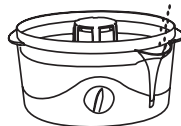

Рис. 3
7. Установите время приготовления поворотом таймера (N). При этом загорится индикатор работы (M), с этого момента начнется работа пароварки.
8. В процессе работы пароварки может потребоваться дополнительное количество воды, которое можно добавить в процессе работы пароварки через специальное отверстие. (Рис. 3)